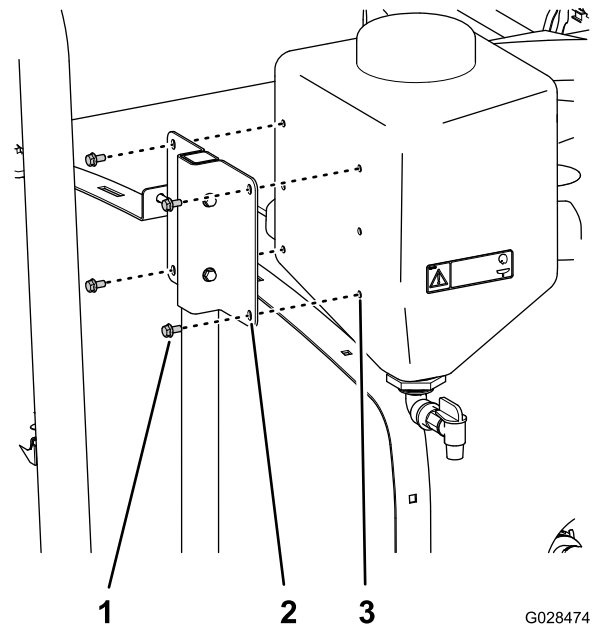

Figura 37
5. Alinee los insertos roscados del depósito de agua limpia con los taladros del soporte del depósito de agua limpia (**Figura 37**).
6. Sujete el depósito de agua limpia al soporte (**Figura 37**) con 4 pernos con arandela prensada ($\frac{5}{16}$ " x $\frac{5}{8}$ ").